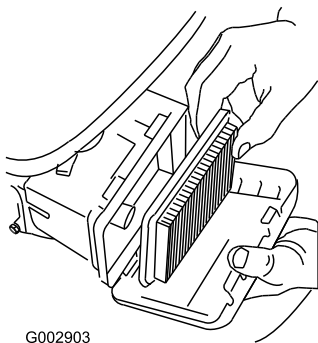

Рисунок 43
3. Извлеките воздушный фильтр (Рисунок 43).